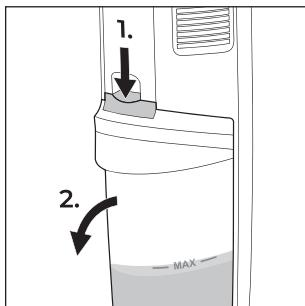

Fig. 20
- Golii rezervorul de apă murdară **②** când apa murdară a ajuns la marcajul MAX.
- Când rezervorul de apă murdară **②** este plin, motorul de aspirație este oprit automat folosind plutitorul **⑧**.
- ♦ Pentru a goli rezervorul de apă murdară **②**, procedați după cum urmează:
1. Apăsați în jos butonul de deasupra rezervorului de apă murdară **②** (a se vedea fig. 20). Țineți mânerul rezervorului de apă murdară **②** în timp ce apăsați butonul în jos.
2. Trageți rezervorului de apă murdară **②** spre față din aparat (a se vedea fig. 20).